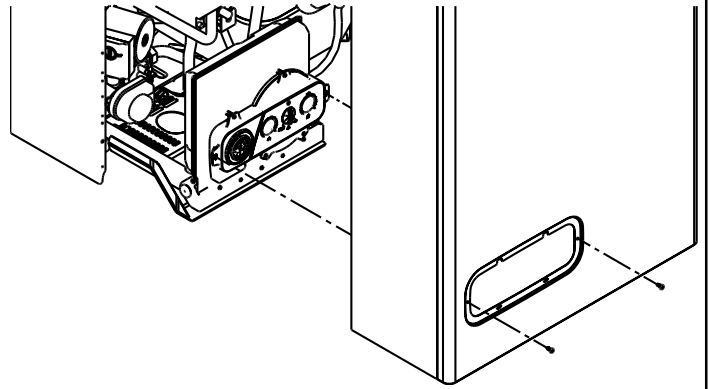

Fig. 3.3
- svitare le viti di fissaggio del mantello (fig. 3.3)
- deșurubați șuruburile de fixare ale mantalei (fig. 3.3.);